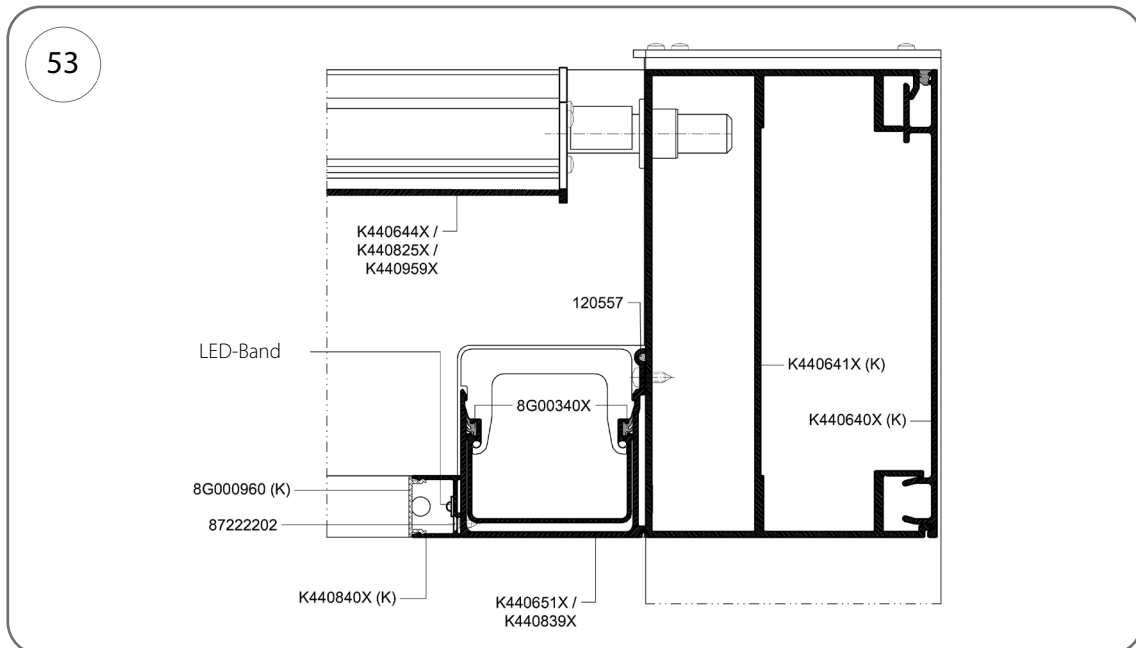
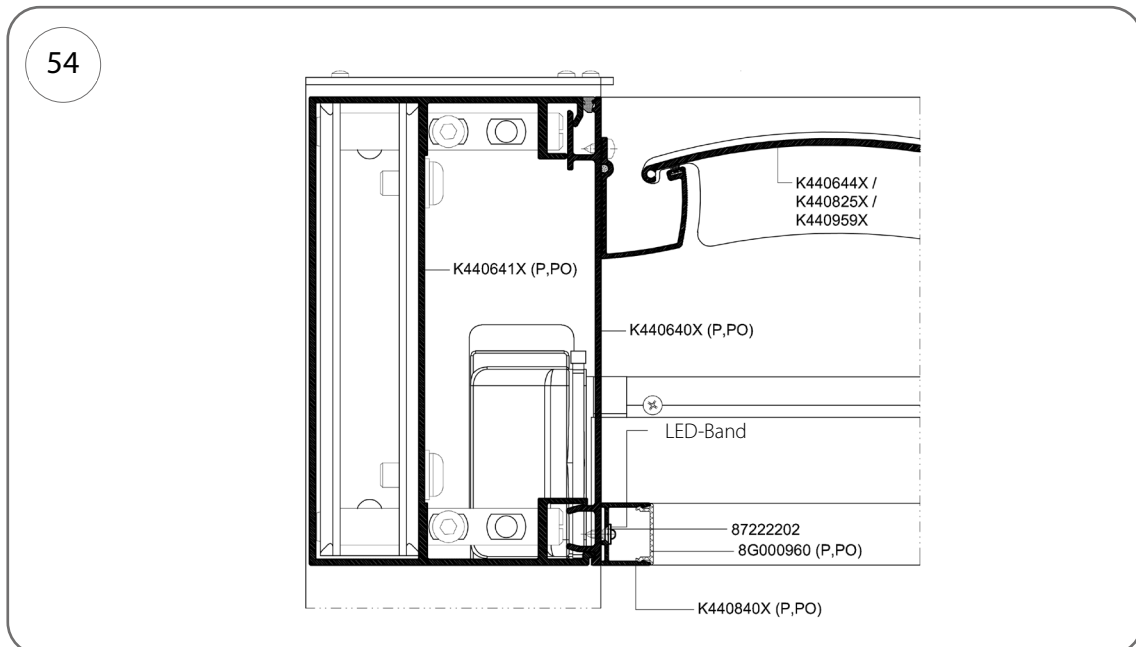

Abb. 53
Abb. 54
1. Schrauben Sie die LED-Profilhalterung, Kat.-Nr. K440640X (Abb. 53), sowie das Rinnengehäuse, Kat.-Nr. K440651X oder K440839X (Abb. 54) das LED-Profil, Kat.-Nr. K440840X, mit Schrauben  $\varnothing 3,5 \times 9,5$  mm, Kat.-Nr. 87222202, fest.